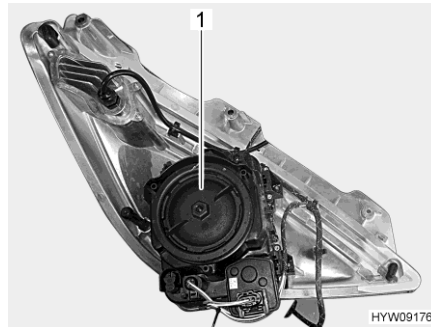

Bild 161 Framstrålkastare (baksida)
- Vrid höljet (Bild 161,1) moturs och tag bort det.
- Sätt tillbaka höljet (Bild 161,1) och dra fast medurs.